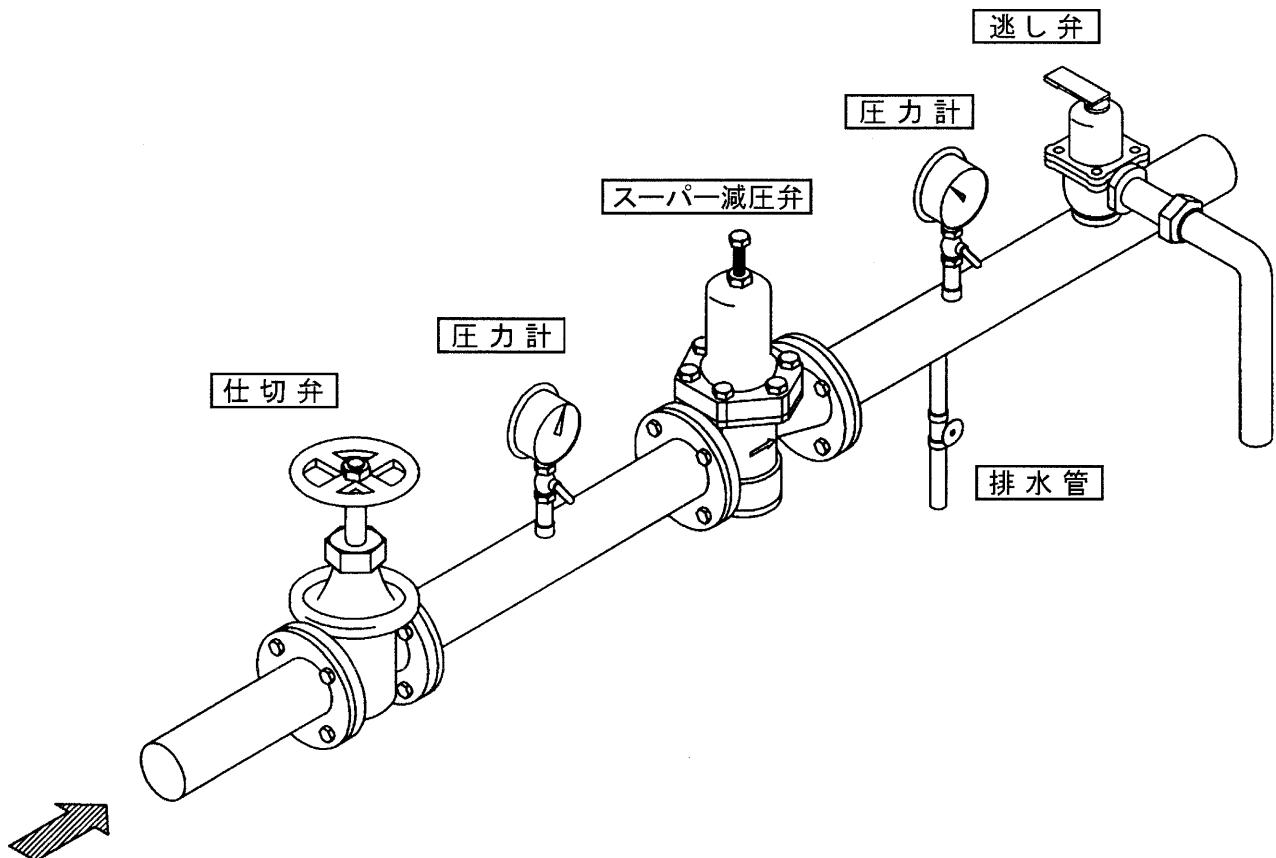

図6 配管例図（法兰形）
- 6.4 配管に際しては、保守・点検のため図6のように減圧弁の前後に圧力計、入口側に仕切弁、出口側に機器保護用の逃し弁を設け、排出管を設置してください。本製品は閉止機能がありますが、一次側の仕切弁はバイパス機能を使用の際に流量調整に使用するため、必ず設置してください。減圧弁の前後には、できるだけ直管部を設けるようお勧めします（直管部の寸法は表1参照）。また、弁箱(12)の両側に圧力計取付け用のねじがありますのでご利用ください。